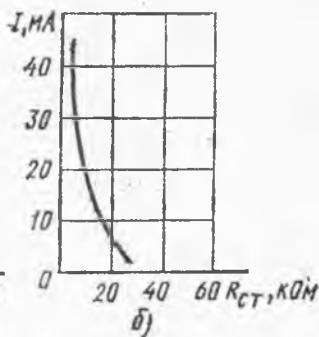

Рис. 1.2
С ростом тока статическое сопротивление уменьшается, при этом напряжение на стабилитроне остаётся практически постоянным. Зависимость $R_{ст}$ (I), показана на рис. 1.2, сопротивление $R_{ст}$ стабилитрона на рабочем участке вольт - амперной характеристики изменяется от 27 до 4,56 кОм.